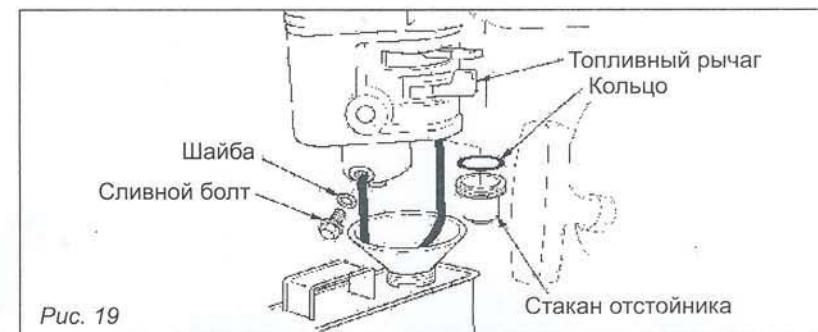

Рис. 19
### 8.4. Очистка фильтра-отстойника карбюратора (рис. 19).
- Слейте топливо. Закройте топливный кран, снимите отстойник, слейте из него топливо, поместите специальную емкость под карбюратор и слейте в нее топливо, открыв топливный кран. Установите отстойник на место. Выверните сливной болт карбюратора и слейте из него топливо (см. рис. 19).